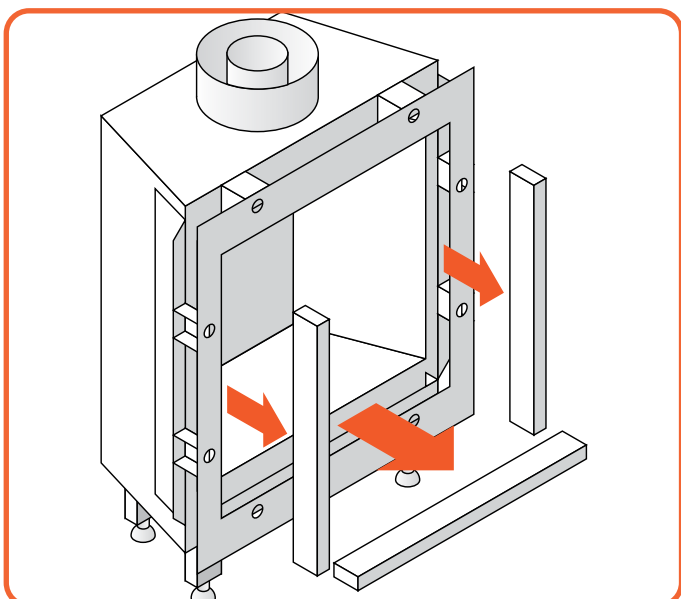

Figure 9.3 | Seiten- und untere Blenden entfernen
- Entfernen Sie die obere Blende, siehe Abbildung 9.3